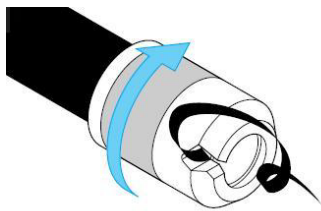

Bild 1
1. Rohr mit Ansrähülse von Hawle Nr. 6000 oder mit gleichwertigem Produkt anschrägen (siehe Bild 1)